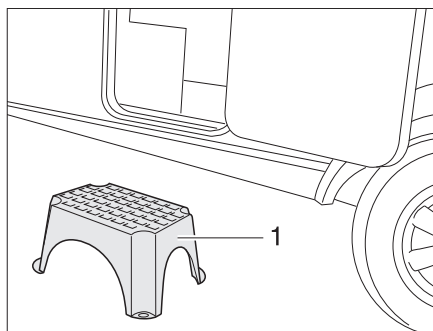

Fig. 17 Escalón de entrada (independiente)
- Colocar el escalón de entrada (Fig. 17,1) delante de la entrada de la caravana.